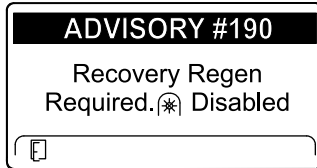

Bild 49
- Recovery regeneration required – power takeoff disabled ADVISORY #190 (Bild 49)